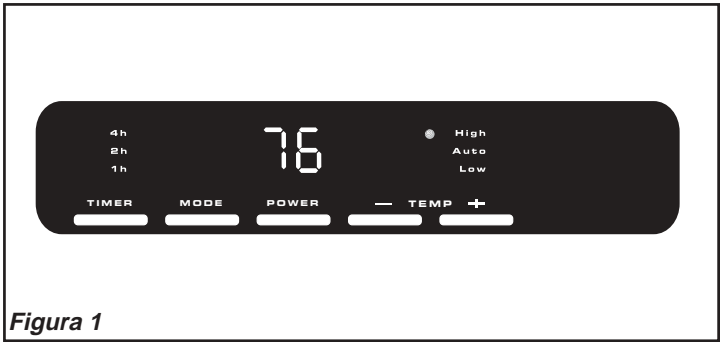

Figura 1
- 6. Al encender el Calefactor, la unidad estará en calor ALTO (1500 vatios) y mostrará la temperatura actual de la habitación (**Figura 1**).